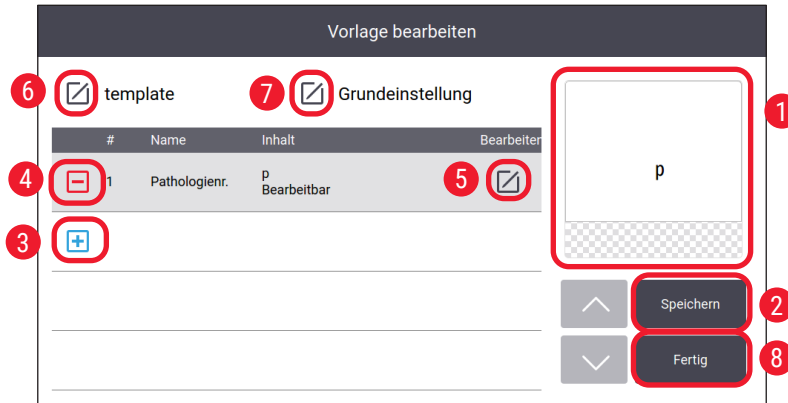

Abb. 46
3. Tippen Sie auf **Neu** (→ Abb. 42-2). Das Fenster **Grundeinstellungen** (→ Abb. 46) wird angezeigt.
- H. Der Artikel wird in der Liste angezeigt (→ Abb. 46). Verschieben Sie das Element im Vorschauenfenster an die gewünschte Position (→ Abb. 46-1).